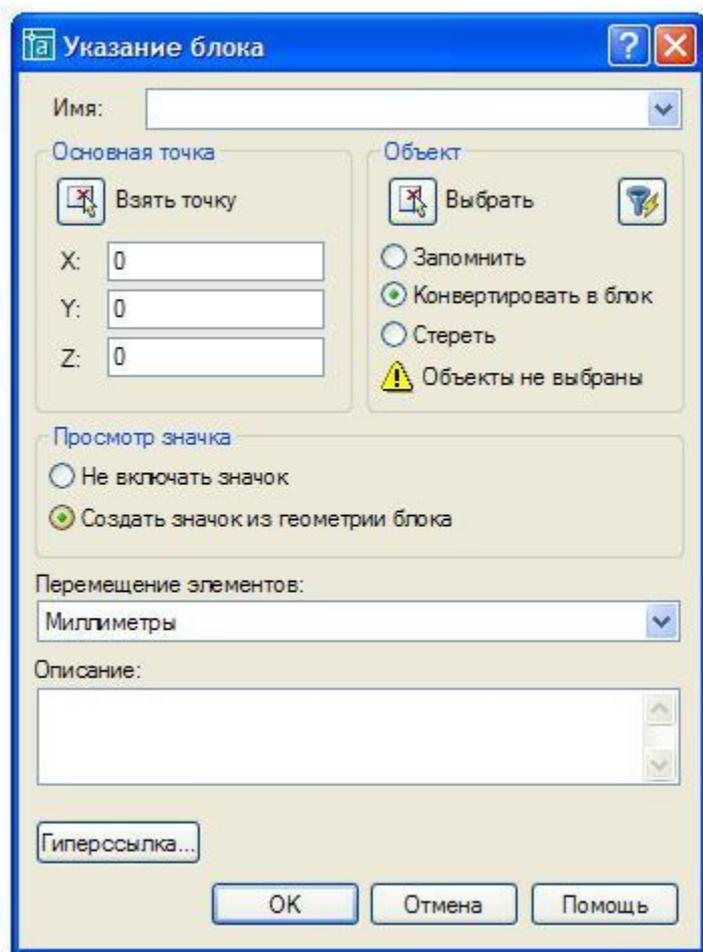

Рис. 5.3 Диалоговое окно
Команда **BLOCK (БЛОК)** вызывает диалоговое окно **Block Definition (Указание блока)** (рис. 5.3). Для создания блока с атрибутом необходимо:
5. В области **Base point (Взять точку)** задать базовую точку блока (см. рис. 5.2). Координаты точки можно ввести с клавиатуры, заполнив поля **X**, **Y** и **Z**. В нашем примере выберем эту точку мышью, для чего нужно сначала нажать кнопку  (**Pick point (Взять точку)**), что на некоторое время уберет с экрана диалоговое окно **Block Definition (Описание блока)**. После указания точки возвращается диалоговое окно, в котором поля **X**, **Y** и **Z** будут отображать координаты выбранной точки (см. рис. 5.3);